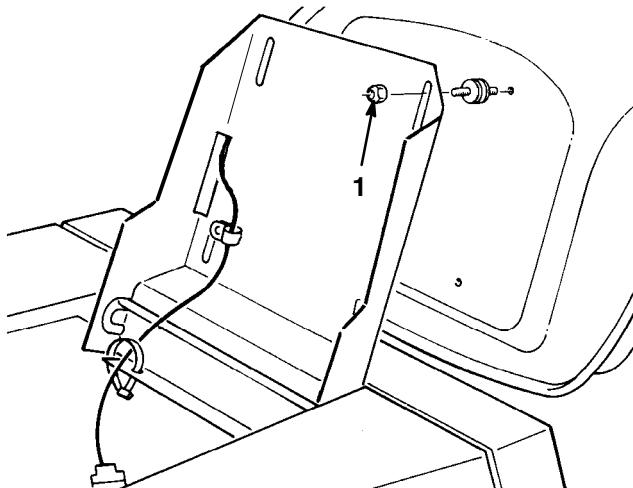

Figure 11
- Soulevez le siège et desserrez les contre-écrous (Fig. 11).